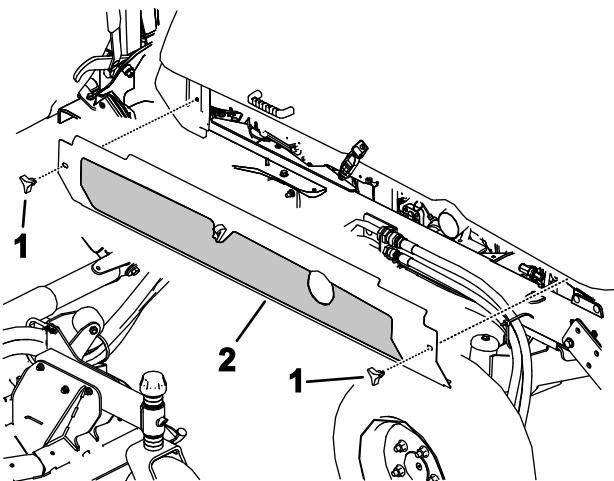

Рисунок 111
4. Ослабьте ручки и снимите оба боковых кожуха (Рисунок 111).
5. Установите боковые кожухи (Рисунок 111).